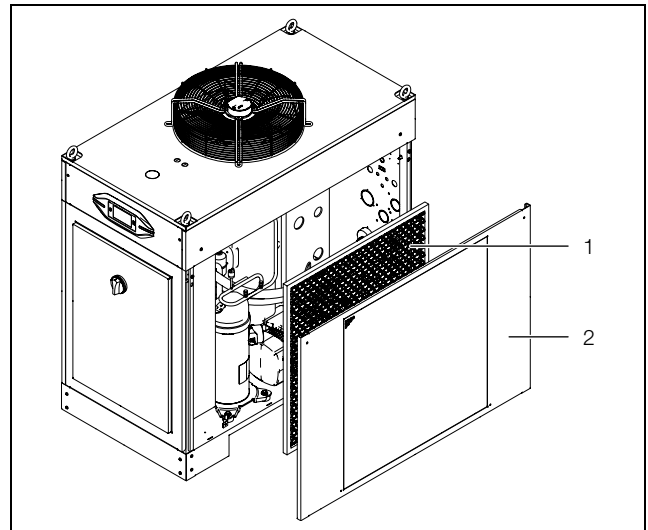

Imagen 20: Desmontaje del lateral
- Desmonte el lateral (imagen 20, pos. 2) de la chiller y colóquelo en un sitio seguro.
- Inserte el filtro metálico (imagen 20, pos. 1) en el marco previsto para ello dentro del lateral y asegúrelo.